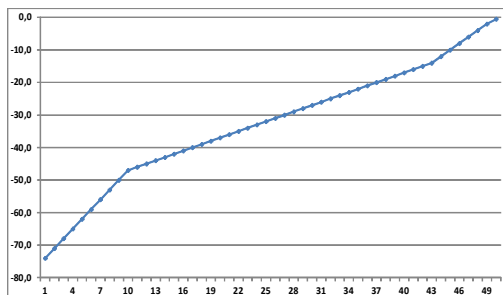

Abb. 3
3. Lautstärkeskala #3 – Diese Skala optimiert den Lautstärkepegel bei mittlerer Lautstärke (Abb. 3).